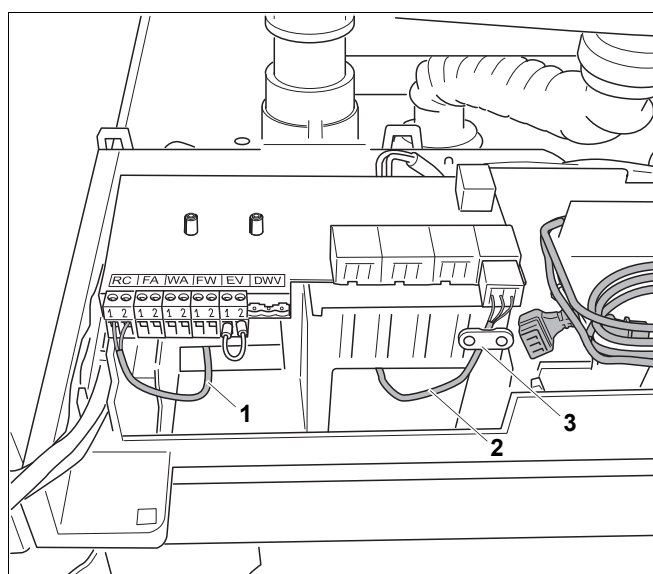

Fig. 25 Aplicați cablul
- Treceți cablurile pentru racordurile de joasă tensiune prin gaura de pe partea stângă (fig. 25, poz. 1).
- Treceți cablurile pentru racordurile de 230 V prin gaura de pe partea dreaptă (fig. 25, poz. 2).
- Fixați cablurile pentru racordurile de 230 V cu ajutorul descărcărilor de tracțiune (fig. 25, poz. 3).